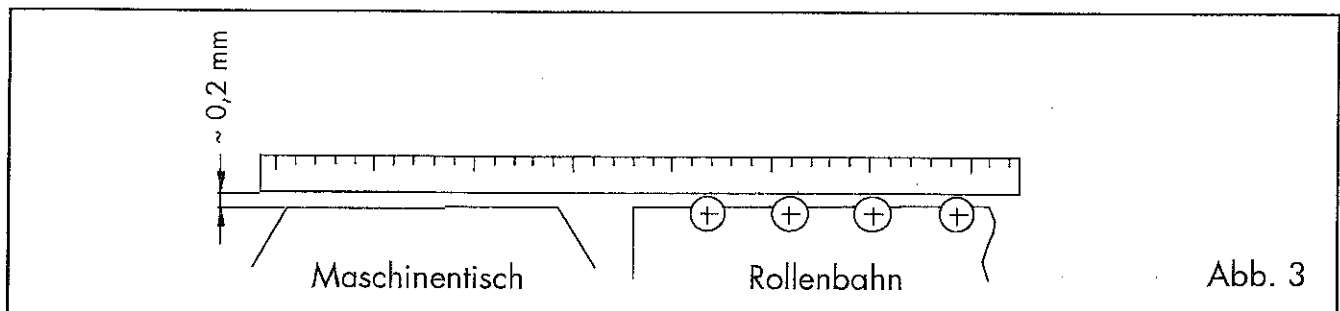
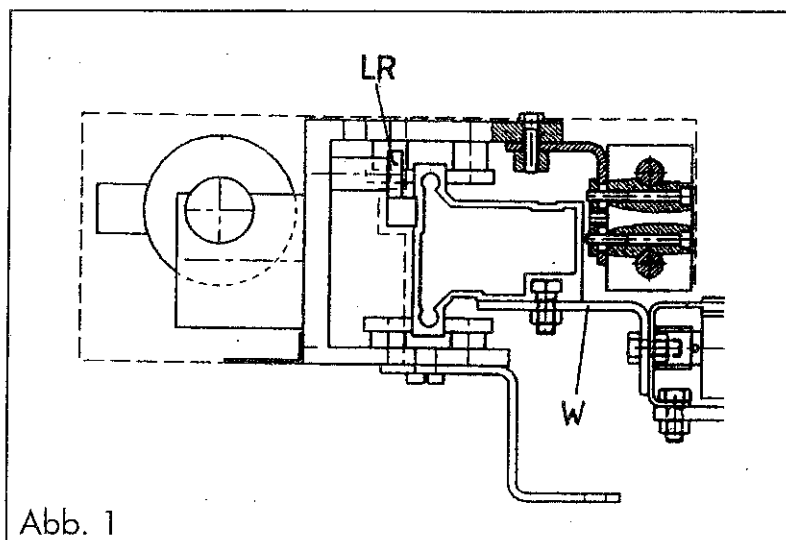

Abb. 3
Abb. 1
- Rollenbahn mit den Abdrückschrauben (AS, Abb. 1) mit Hilfe eines Lineals etwas höher als Maschinentisch (0,1–0,2 mm) einstellen (Abb. 3). Genauigkeit in Längs- und Querrichtung mit Wasserwaage kontrollieren.
- Befestigungswinkel (W) an Rollenbahnteilstück mit Schrauben M10x20 befestigen, dabei darauf achten, daß am Anfang der Rollenbahn mit einem 1 m Winkel begonnen wird. Danach folgen je nach Meßlänge ein oder mehrere 2 m Winkel und am Schluß folgt wieder ein 1 m Winkel. Auf diese Weise wird gewährleistet, daß Winkel- und Aluprofil-Stoßstellen sich nicht überschneiden (Abb. 1).
- An der ersten Alu-Laufschiene den Anfangsnocken anbringen ☞ Seite DD6132-1301... Abb.1
- Danach Alu-Laufschiene bündig zu Beginn des Befestigungswinkels (W) aufsetzen.